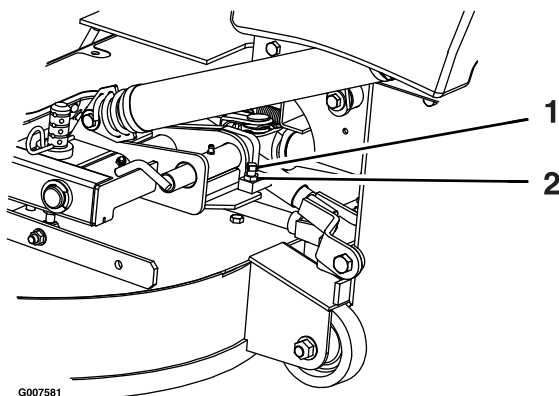

Figura 79
2. Allentate il controdado e ruotate la vite di arresto in senso orario, fino a quando il perno di bloccaggio non è serrato e non può essere ruotato a mano (Figura 79).